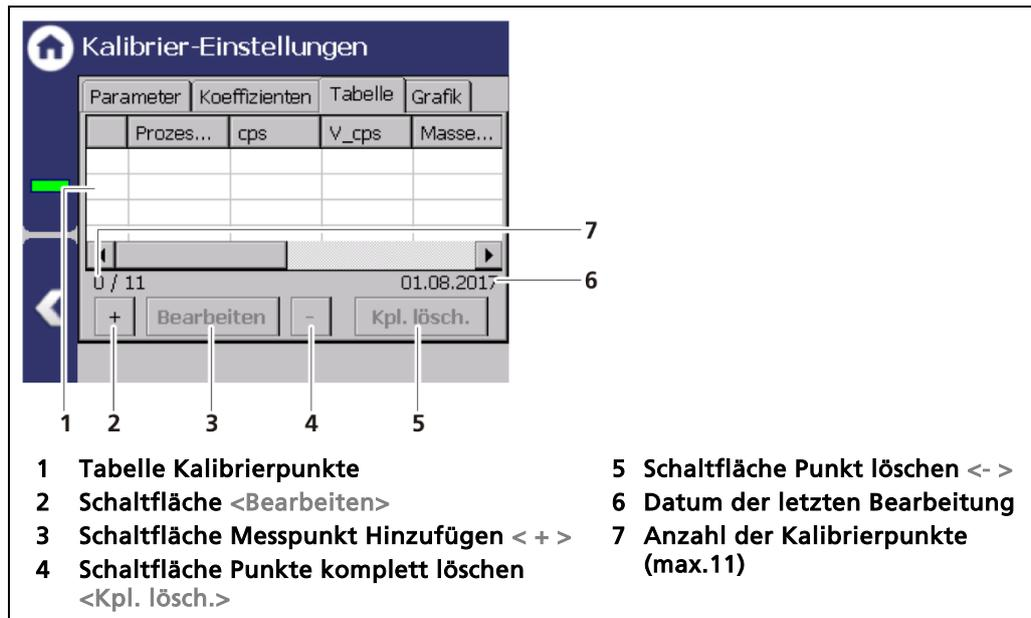

Abb. 90 Kalibrier-Einstellungen (Tabelle)
1. Klicken Sie auf die Schaltfläche <+> (Abb. 90, Pos.2).
- ▶ Das Fenster „Einlesewert | Messwert“ (Abb. 90) öffnet sich.